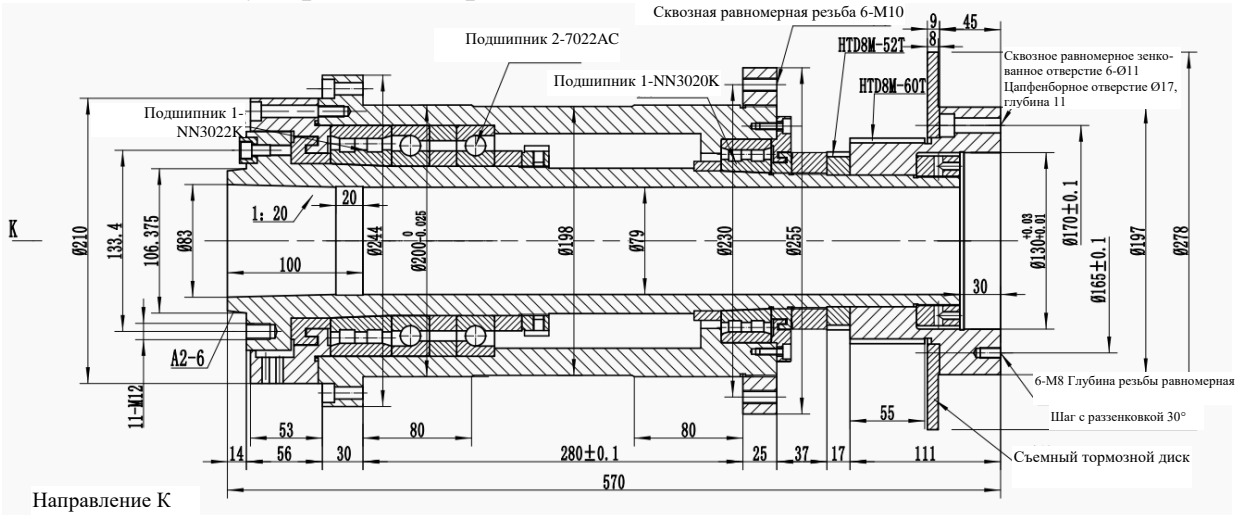

Рис. 4
11.3.7 Регулировка зазора шпинделя (см. Рис. 4)